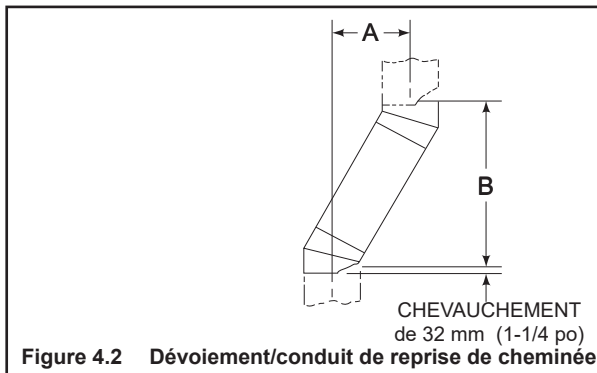

Figure 4.2 Dévoiement/conduit de reprise de cheminée
- Mesurez l'écart nécessaire pour éviter l'obstruction suspendue. Reportez-vous à la dimension A, à la figure 4.2.